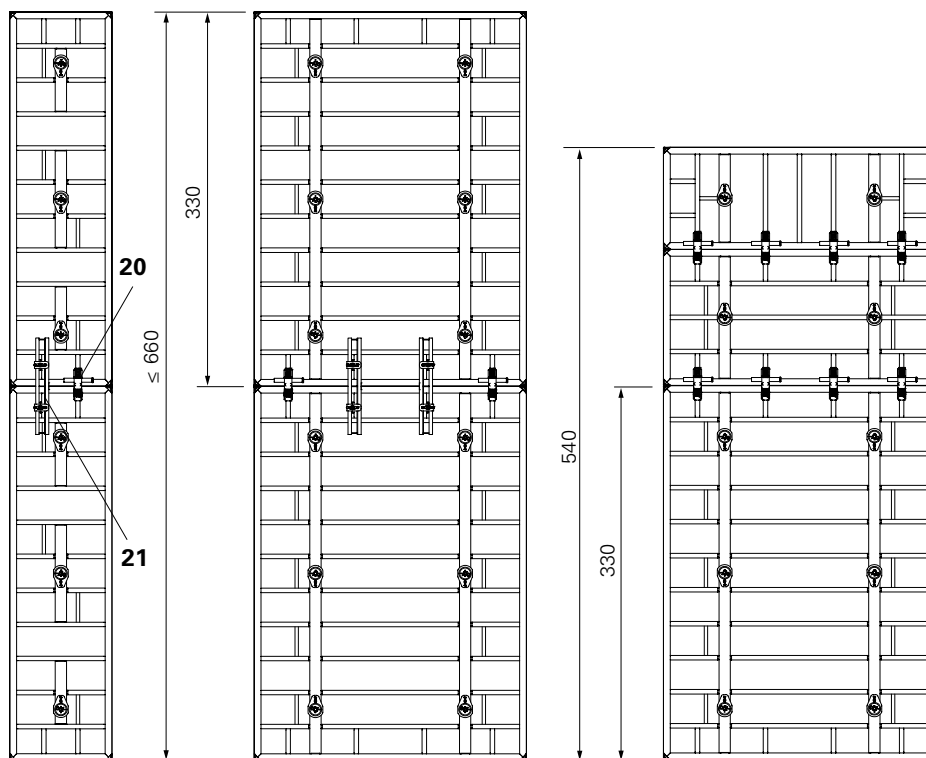

Fig. C9.01
I giunti tra gli elementi devono essere assicurati con morse BFD (20) e con gli allineatori MAR 85 (21) quando la cassaforma supera h > 5,40 m (Fig. C9.01)